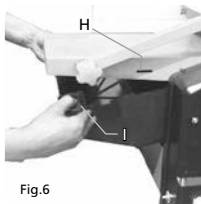

Fig.6
- Establezca la mesa a la posición más baja y deslice el extractor hacia la máquina hasta que ambos pasadores puedan colocarse en las muescas (agujeros alargados) (Fig. 6-H).